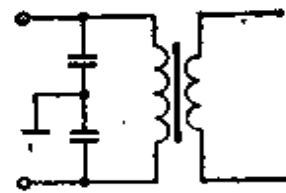

图 12-12
(3) 电源变压器初级加电容器,如图12-12。电容容量在 $240\text{pF}\sim 0.1\mu\text{F}$ 间选用,耐压值应大于400伏。注意:这里的电容容量不宜选得太大,否则手碰到公共地线时有显著的麻手感觉。